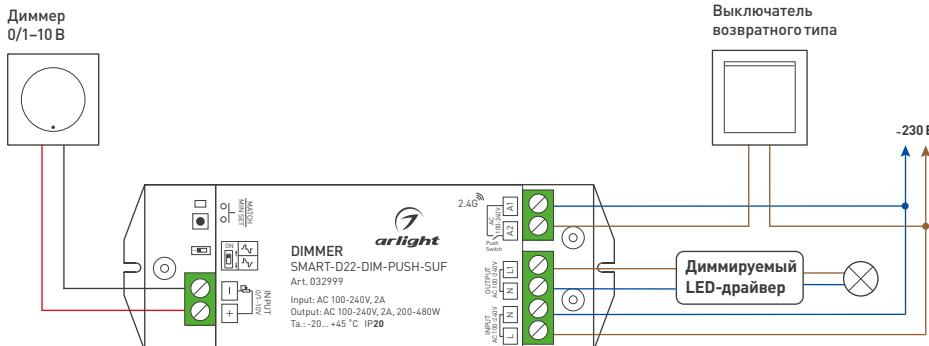

Рисунок 1. Схема подключения диммера SMART-D22-DIM-PUSH-SUF
- 3.2. Подключите диммер согласно схеме [рисунок 1].